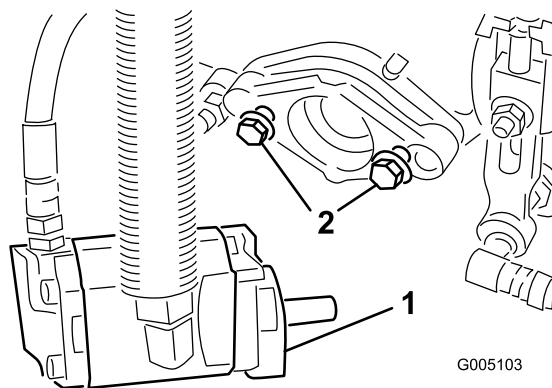

**Figure 8**
6. Veillez à laisser dépasser environ 13 mm de filetage sur chaque boulon de fixation de moteur d'entraînement de cylindre (Figure 8).
9. Resserrez les boulons de montage (Figure 8).